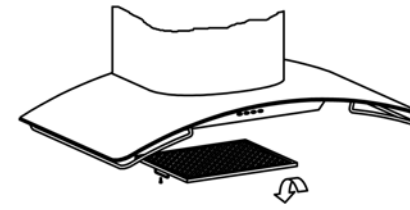
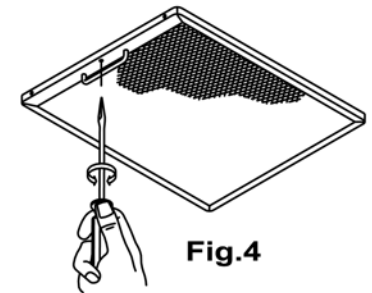

Fig.3
Fig.4
- **Limpieza del filtro de grasa:** En virtud del uso y como mínimo cada mes, los filtros de grasa deberán ser desmontados (Fig. 3) y (Fig. 4) y lavados en lavavajillas o en agua caliente y detergente. En el caso de utilizar lavavajillas, es recomendable colocarlos en posición vertical para evitar que los restos de comida se depositen sobre el mismo. Después de haberlos enjuagado y secado colocar-los nuevamente en su lugar, actuando de forma inversa al desmontarlos.
• **Nettoyage du filtre à graisse:** En fonction de l'usage au moins une fois par mois, démonter les filtres à graisse (Fig. 3) et (Fig. 4), et nettoyer à l'eau chaude et du détergent, ou utilisant le lave-vaisselle, auquel cas, il est recommandé de les placer en position verticale pour éviter le dépôt de déchets alimentaires. Après les avoir rincés et essuyés, les remettre en place en suivant les instructions de démontage à rebours.